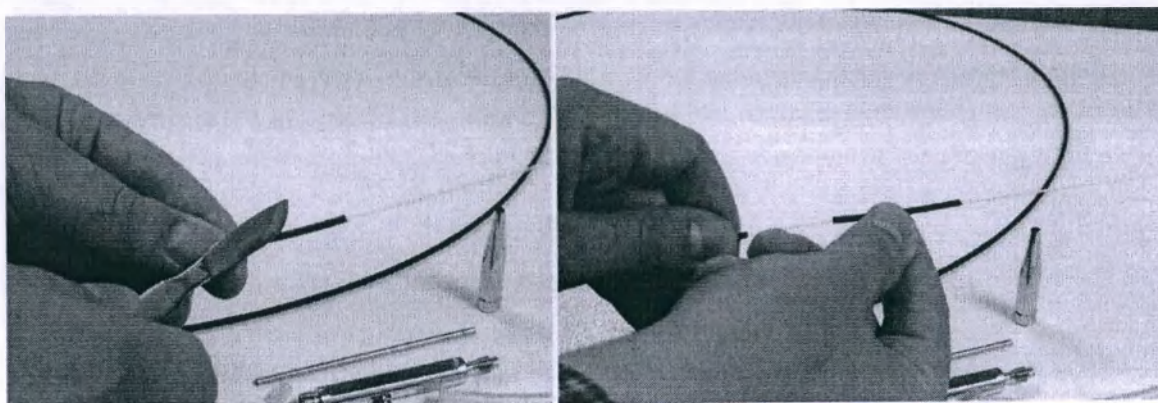

Рисунок 14
3) подрежьте острым ножом защитную трубку примерно на 150 мм (смотри рисунок 14)